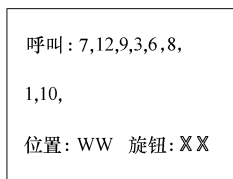
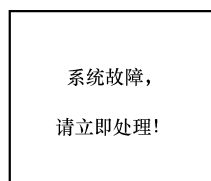

图 12-6 运行模式界面
图 12-7 报警界面
1) 界面简介。图 12-5 与图 12-6 界面分别为“停止模式界面”、“运行模式界面”。
在图 12-6 界面中，系统也响应呼叫按键与快选键的呼叫。
4) 暂停。在图 12-6 界面中，在运行状态灯亮时，按下“运行/暂停”键，直流电动机暂停转动，系统暂停，倒计时暂停，运行状态灯以亮 0.5s、灭 0.5s 的频率闪烁；等待再次按下“运行/暂停”键后，系统继续运行，倒计时继续，运行状态灯亮。
5) 复位。系统处于图 12-5 与图 12-6 所示界面时，按下复位键，则放弃所有任务，系统初始化。
注意：在图 12-6 界面中，运行状态灯亮，运输车移动时，系统应实时更新其所在工位信息 WW；运行状态灯亮或者闪烁时，系统均能实时处理呼叫，有效的呼叫可被登记。
6) 报警。在图 12-6 界面中，当倒计时为 0 后，3s 内本次任务未能结束，系统报警，运行状态灯熄灭；直流电动机停止；蜂鸣器以每秒响 3 次的频率不停报警；液晶显示报警界面如图 12-7 所示；系统不响应“急停按钮”外其他按键操作。